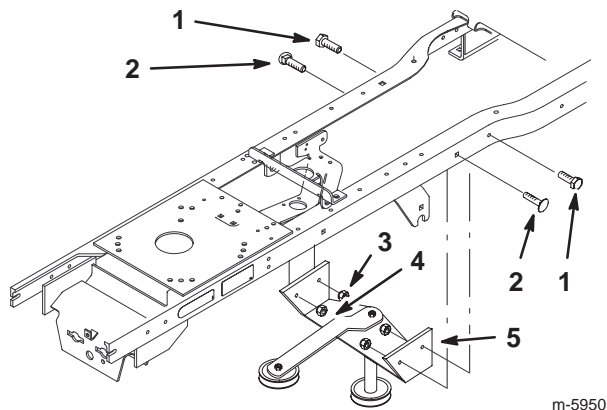

Figure 5
2. Montez l'ensemble arbre intermédiaire dans le bâti du tracteur à l'aide de 2 boulons ordinaires (1/4 x 1"), 2 boulons de carrossiers (5/16 x 1"), 2 contre-écrous de 1/4" et 2 de 5/16" (Fig. 5).